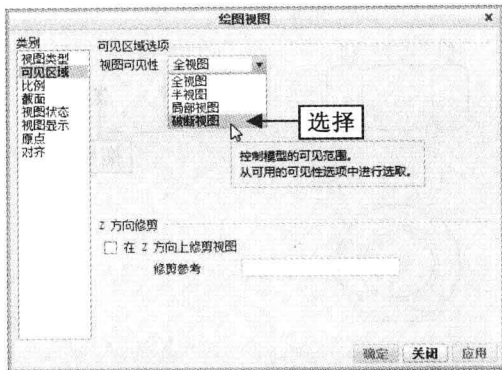

图 12-51 选择“破断视图”选项
Step 02 在“类别”选项区中选择“可见区域”选项，单击“视图可见性”右侧的下拉按钮，在弹出的下拉列表中选择“破断视图”选项，如图 12-51 所示。